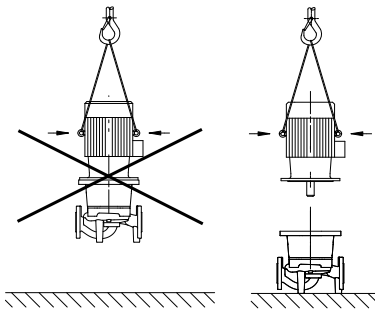

Fig. 15: Transporte do motor
- Utilizar os olhais de elevação do motor só para carregar o peso do mesmo e não para carregar toda a bomba (fig. 15).